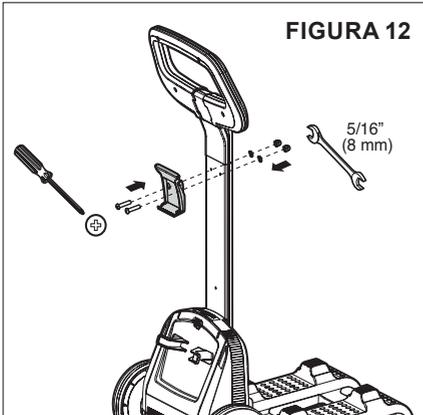

FIGURA 12
1. Utilizando los dos tornillos Phillips más largos, dos arandelas y dos tuercas de 5/16" (8 mm) incluidos con el carrito de transporte, instale el gancho de la fuente de alimentación en el soporte del mango. Ver **Figura 12**.